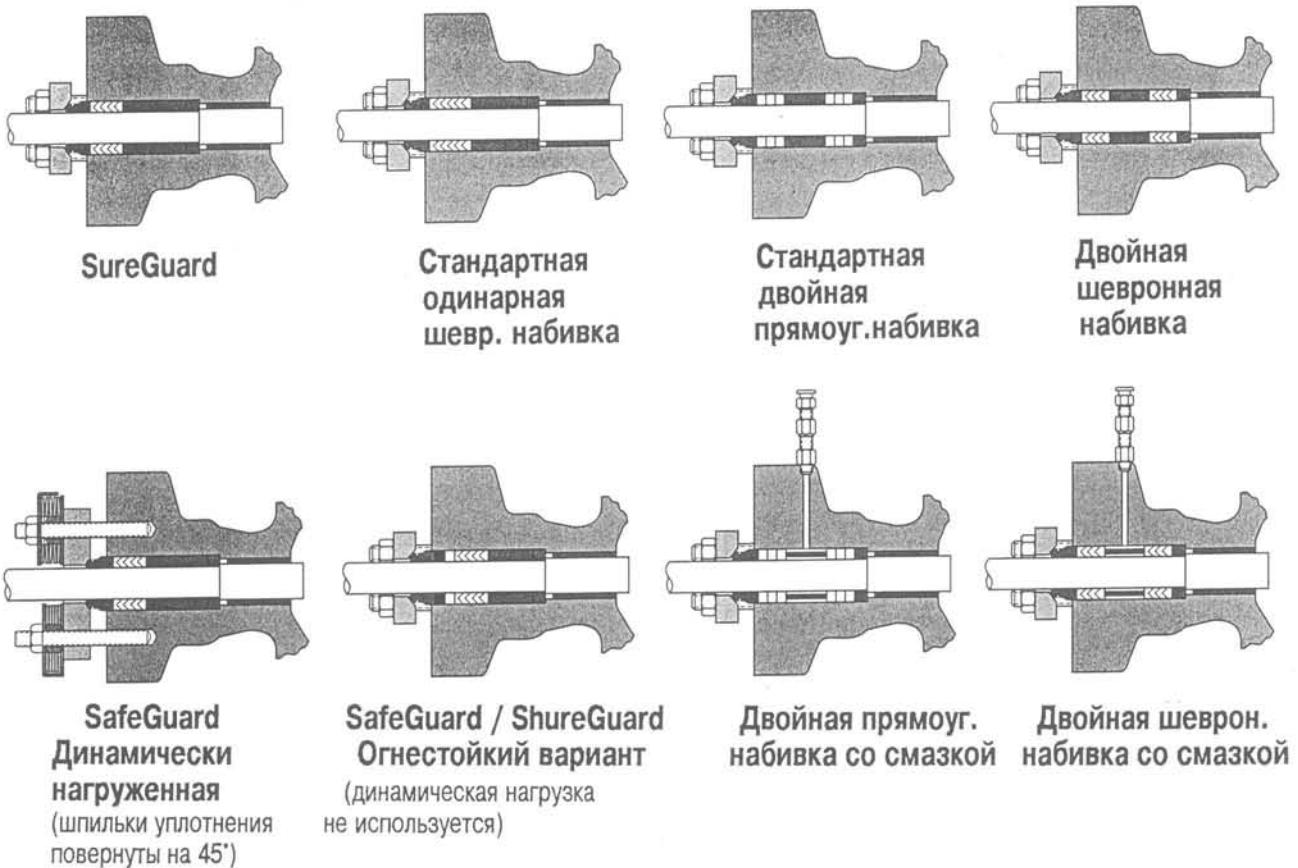

Рис. 3: Конфигурации уплотнения клапана ShearStream
9. Вдавните опорный подшипник, приставок набивки, набивку и нажимную втулку уплотнения на шлицевой конец вала и в корпус. Типичные конфигурации уплотнения показаны на Рис. 3. (Для конструкций размером в 1 дюймсмотрите пункт 6)